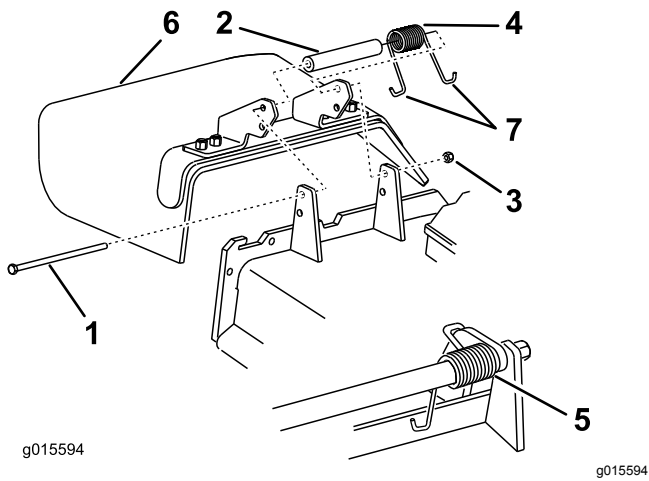

Bild 106
1. Entfernen Sie die Sicherungsmutter, Schraube, Feder und das Distanzstück, mit denen das Ablenblech an den Schwenkhalterungen befestigt ist (Bild 106).
- Entfernen Sie defekte oder abgenutzte Ablenkmale (Bild 106).
Hinweis: Achten Sie darauf, dass ein J-förmiges Federende hinter der Mähwerkseite befestigt ist, bevor Sie die Schraube einsetzen, wie in Bild 106 abgebildet.
- Führen Sie das J-förmige Hakenende der Feder um das Ablenkmale (Bild 106).